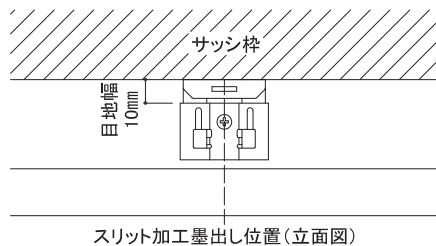

図7 採寸位置
- ジョイントカッターにニチハ外装用カッター(FX100A)をセットし、刃出し量を20mm程度、COOL裏面から6.5mmの位置に調節し、スリット加工部用留付金具Ⅱの取り付け位置ごとにスリット加工を施してください。(図7、8参照)